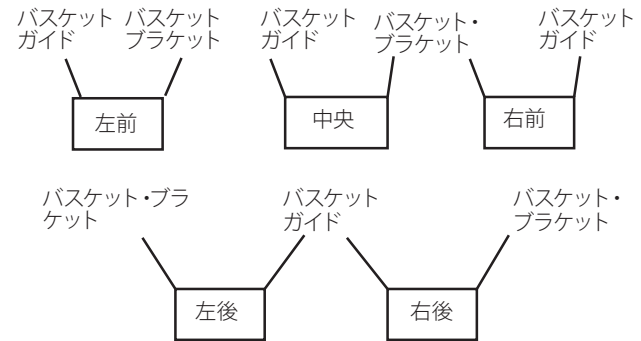
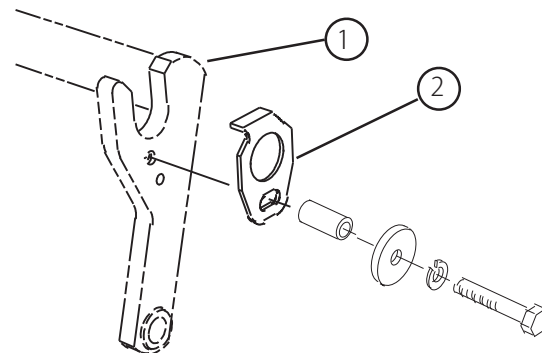
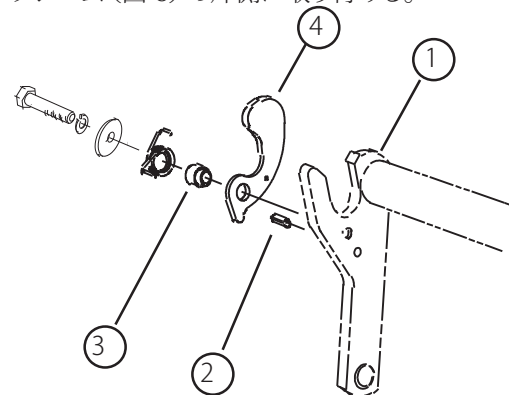

図5
図6
図7
2. 集草バスケットを取り付ける場合には以下のチャート(図5)にしたがって、バスケット・ガイドおよびバスケット・ブラケットの取り付け場所を決める。集草バスケットを取り付ける場合には、手順5に進む。
3. バスケット・ガイド(図6)を各カッティングユニットのキャリアフレーム(図7)の所定位置に取り付ける;キャップスクリュ (5/16x1-3/4 in)、平ワッシャおよびロック・ワッシャまたは先ほど取り外したを使用する。
4. ロールピン(図7)を、各カッティングユニットのキャリアフレーム(図5)の片側に取り付ける。